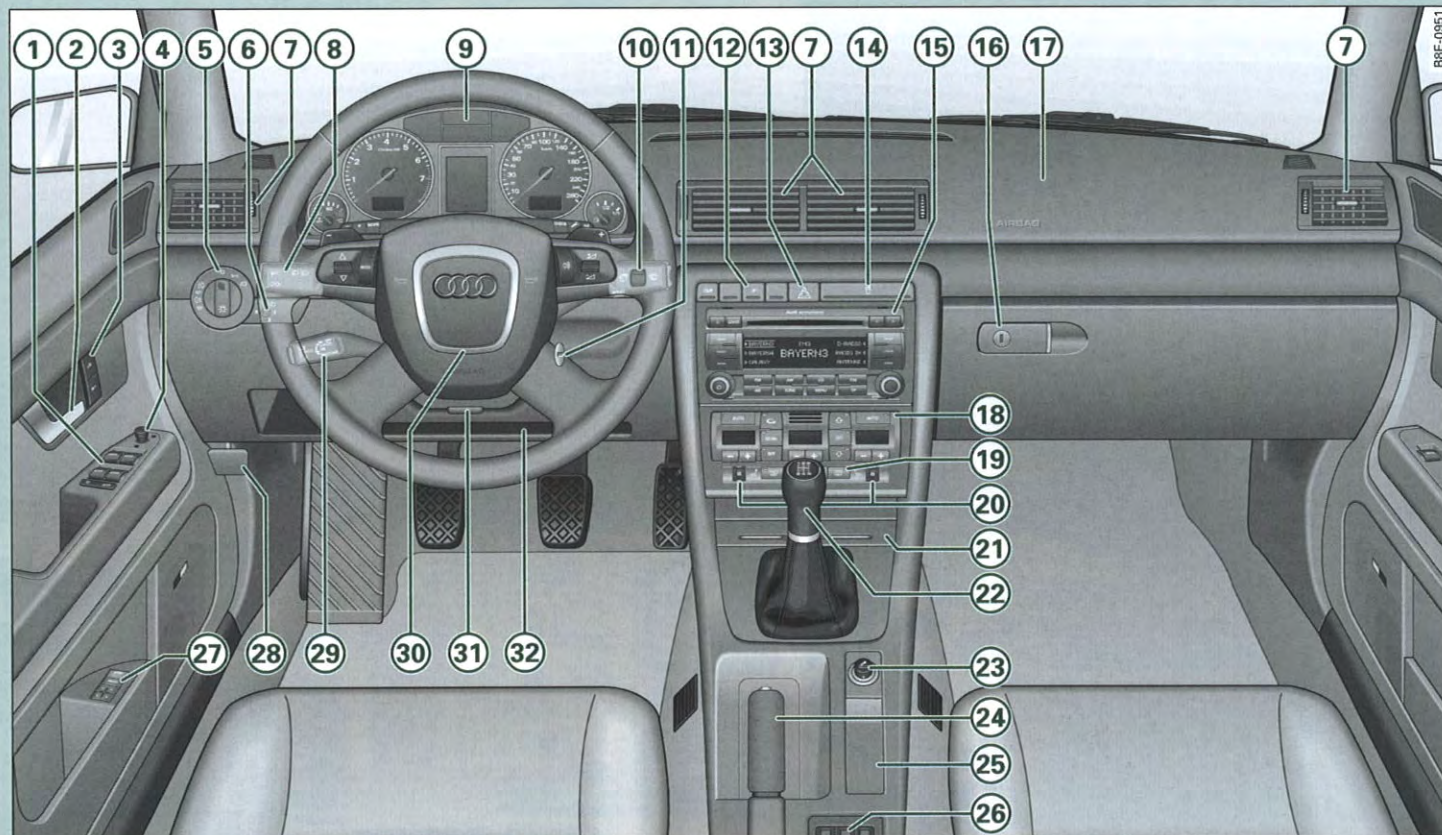

Fig. 1 Quelques uns des équipements cités ici ne s'apparentent qu'à certaines versions de modèles ou sont des options.
– Témoin de désactivation de l'airbag passager	197	③0	Volant avec :
⑬	Signal de détresse	77	③1	Colonne de direction ajustable	139
⑭	Porte-gobelets	113	③2	Casier de rangement de la documentation de bord	119 ►
⑮	En fonction de l'équipement :
- Sur les véhicules avec direction à droite*, la disposition des commandes diffère légèrement de la disposition présentée ⇒ *page 8*, fig. 1. Les symboles représentant les éléments de commande restent cependant les mêmes. ■